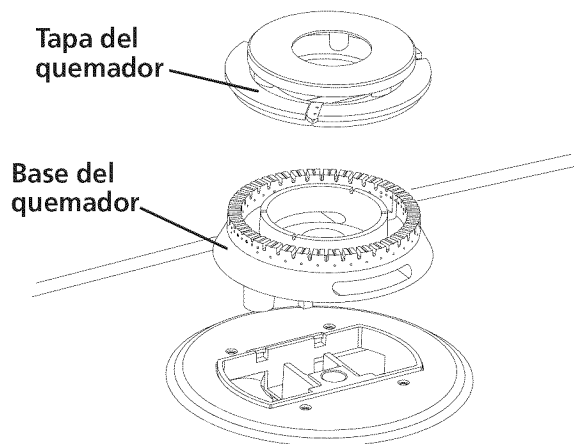

Figura 10
C. Quemador triple (si esta equipada): Remueva todas las cintas de las bases de los quemadores. Remueva la tapa y la base del quemador. Remueva y deseche el material de empaque. Vuelva a poner la tapa y la base del quemador. **Tenga cuidado de no dañar el electrodo mientras reemplaza la base encima del orificio.** Este seguro de que el electrodo siente correctamente dentro de la ranura de la base del quemador (vea Figura 10)